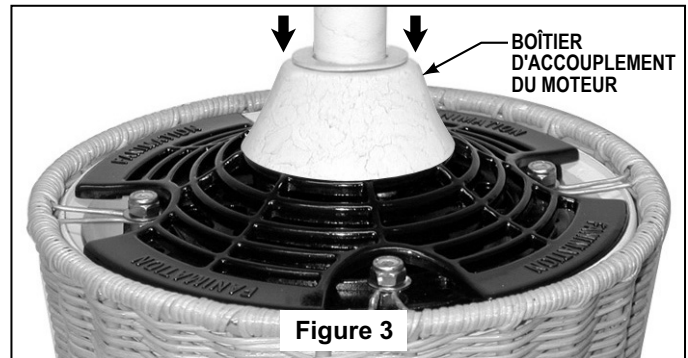

Figure 3
7. Faire glisser le boîtier d'accouplement du moteur vers le bas jusqu'à ce qu'il touche le dessus du moteur (Figure 3).